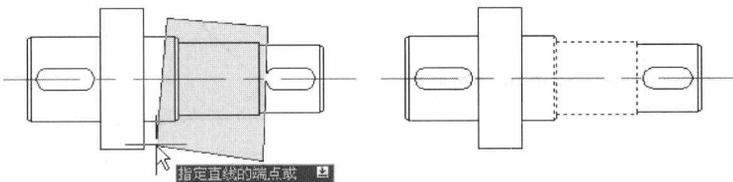

图 1-16 “圈围”选择对象
- **圈围 (WP)** 通过绘制一个不规则的封闭多边形，将其作为窗口来选择对象。完全落在窗口内的图形对象将被选中，如图 1-16 所示。